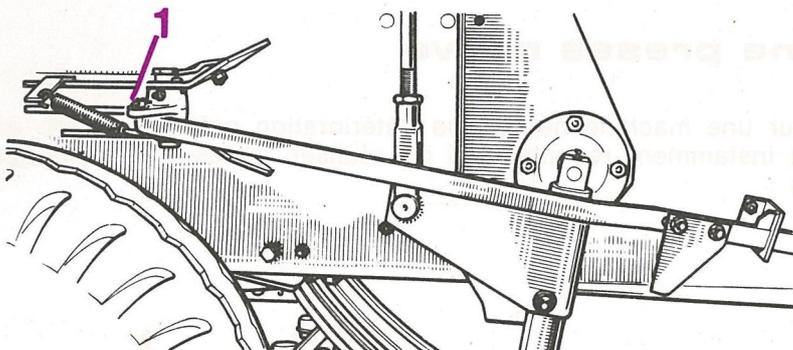

FIG. 4
- Huiler les articulations (1 et 2 fig. 4) du verrou de sécurité des aiguilles. **Le grippage de cet organe peut entraîner la rupture des deux aiguilles** (voir aussi annexe 13).